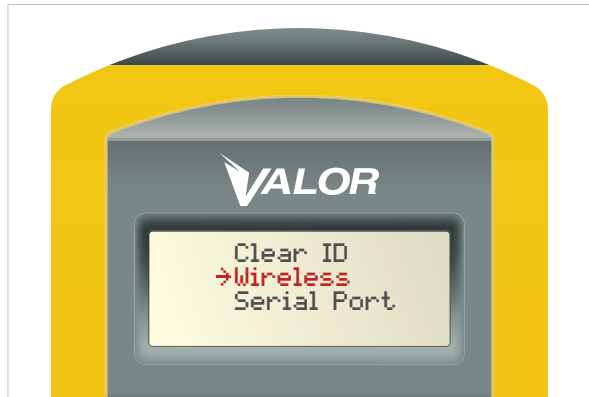

Figure 13
5. Dans le sous-menu Clear ID, déplacez la flèche → sur l'option Wireless (sans fil). (Figure 13)